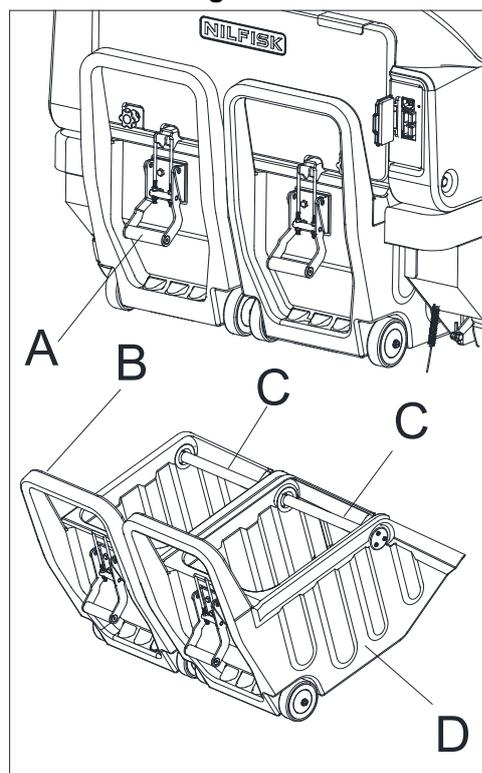

Figura 11
6. La tramoggia (D, Figura 11) deve essere svuotata dopo ogni ciclo di lavoro e ogni volta che è piena (vedere la sezione successiva).
3. Disinserire il dispositivo di chiusura (A, Figura 11) tirando la sua estremità inferiore.
4. Rimuovere la tramoggia sganciandola dalle guide interne con la maniglia (B, Figura 11).
5. Scaricare tutti i detriti in appositi contenitori. Per facilitare la procedura di scarico, è presente una scatola interna dotata di maniglia (C, Figura 11) all'interno della tramoggia.
6. Installare la tramoggia (D, Figura 11) e inserirla nelle guide interne.
7. Fissare il dispositivo di chiusura (A, Figura 11). La macchina è ora pronta per ricominciare la pulizia.
3. Svuotare la tramoggia (D, Figura 11) (vedere la procedura indicata nella sezione precedente).